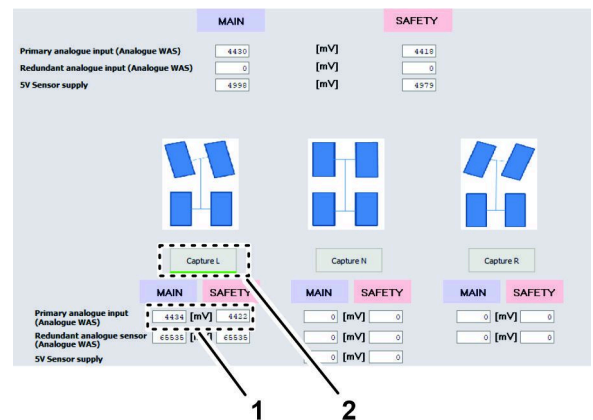

Figura 148
4. Haga clic en el icono CAPTURA IZQ (Figura 148).